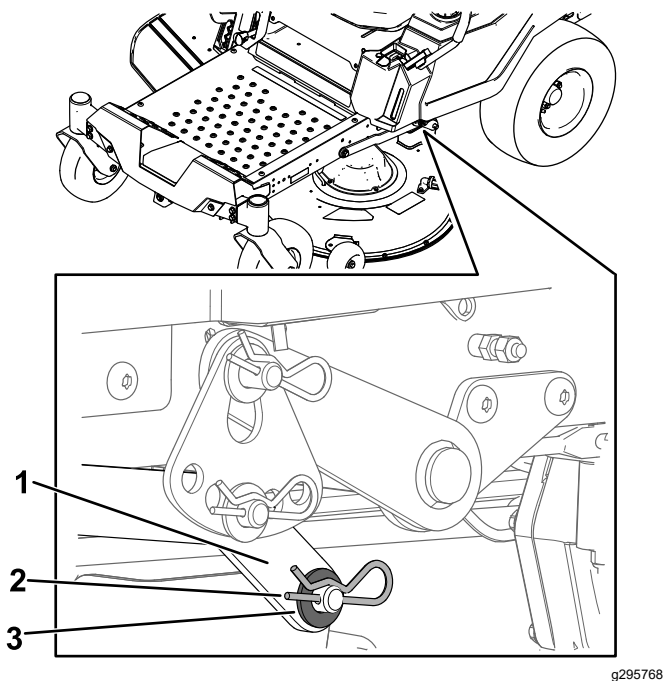

Рисунок 73
6. На одной стороне машины извлеките шайбу и шплинт из штифта деки (Рисунок 73).
5. На одной стороне машины поднимите заднюю часть деки газонокосилки и установите подъемный рычаг на штифт деки (Рисунок 73).
6. Установите подъемный рычаг с помощью шайбы и шплинта (Рисунок 73).